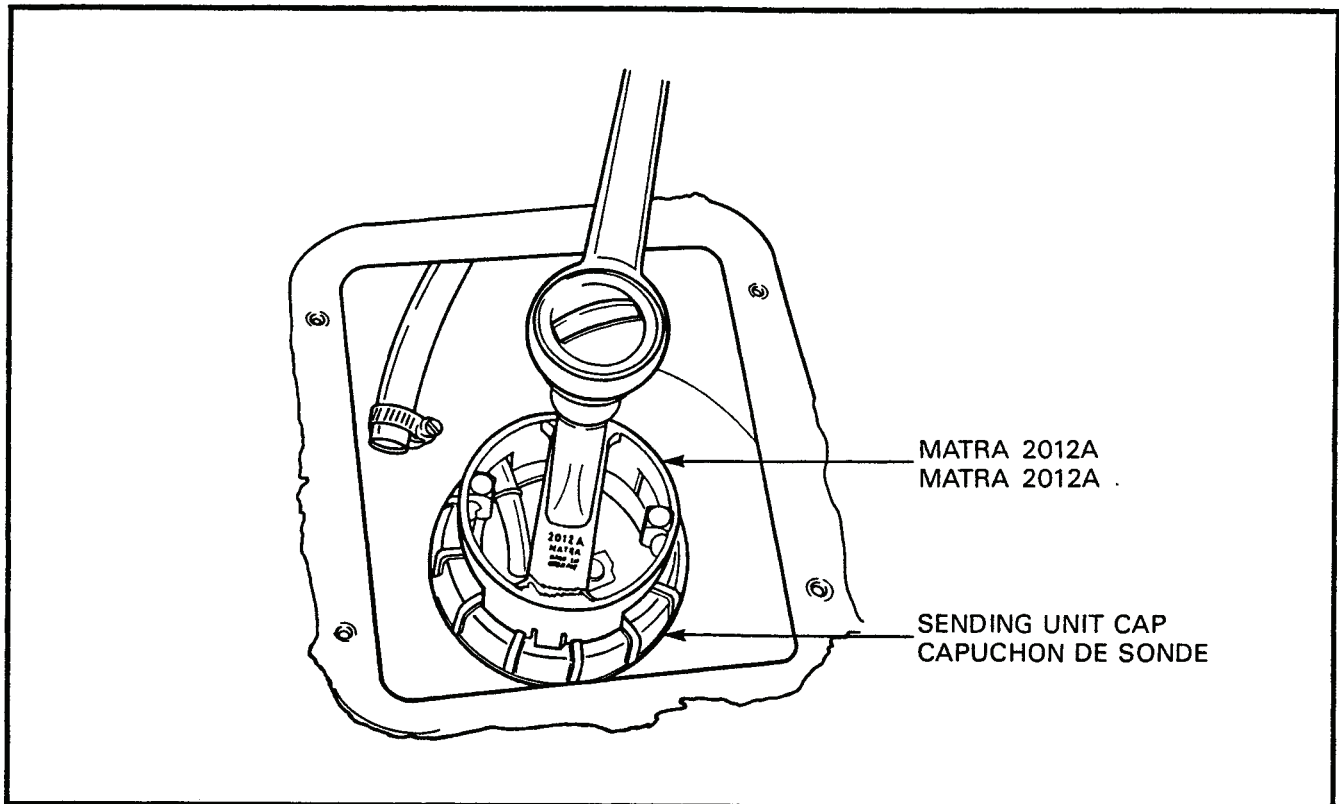

Figure 2-1-13 Fuel Tank Sending Unit Cap Removal
- Unscrew the sending unit cap, using special wrench Matra tool 2012A, see Figure 2-1-13.
- Dévisser le capuchon de la sonde au moyen de la clé Matra 2012A, voir figure 2-1-13.